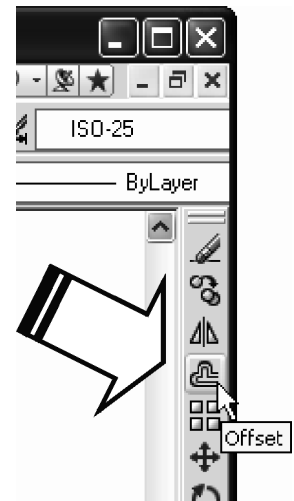
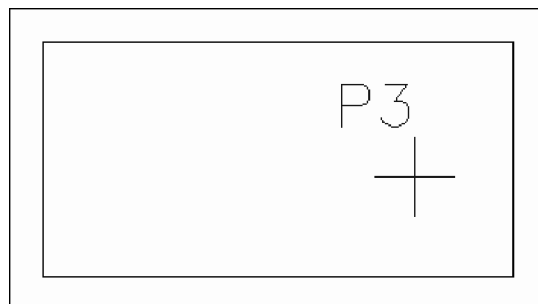

Fig. 2.6 Selectarea pictogramei **Offset**
Fig. 2.7 Desenarea dreptunghiului interior
5. Cu butonul stâng al mouse-ului se selectează pictograma comenzii **Offset** din meniul grafic **Modify**, situat în partea dreaptă a ecranului – Fig. 2.6. Se va desena un nou dreptunghi, situat în interiorul primului. Distanța dintre laturile omoloage ale celor două dreptunghiuri va fi de 2 unități – Fig. 2.7.